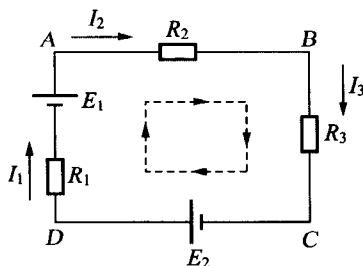

图 1-6 回路电压
(2) 基尔霍夫电压定律。它是用来确定回路中各支路电压关系的定律。它的表述是:在闭合回路中,沿任一回路中各电源电压的代数和恒等于各电阻电压的代数和。如图 1-6 所示中有一个回路 ABCDA。